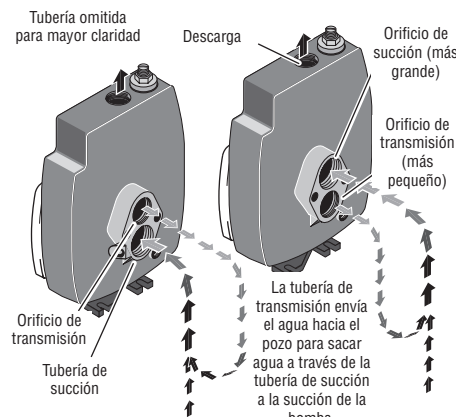

Figura 2 - Funciones de Succión y Transmisión
3. Si su bomba vieja tiene la tubería de succión (el orificio más grande - vea la Figura 2) debajo del orificio de transmisión, será necesario que instale tubo flexible entre la cabeza del pozo y la bomba para que la conexión sea correcta.